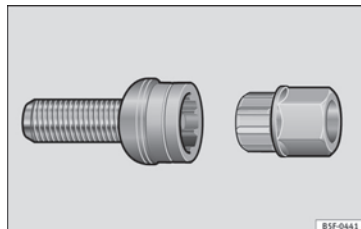

Abb. 161 Diebstahlhemmende Radschraube.
- Setzen Sie den Adapter bis zum Anschlag in die diebstahlhemmende Radschraube ein »» **Abb. 161**.